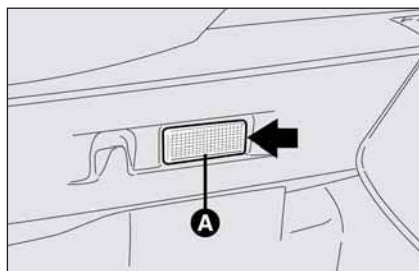

fig. 41
- ☐ retire la lámpara **A-fig. 41** haciendo palanca en el punto indicado por la flecha;
- ☐ vuelva a montar la pantalla **A-fig. 41** introduciéndola correctamente en su posición, primero por un lado y luego presionando por el otro hasta oír el "clic" de bloqueo.